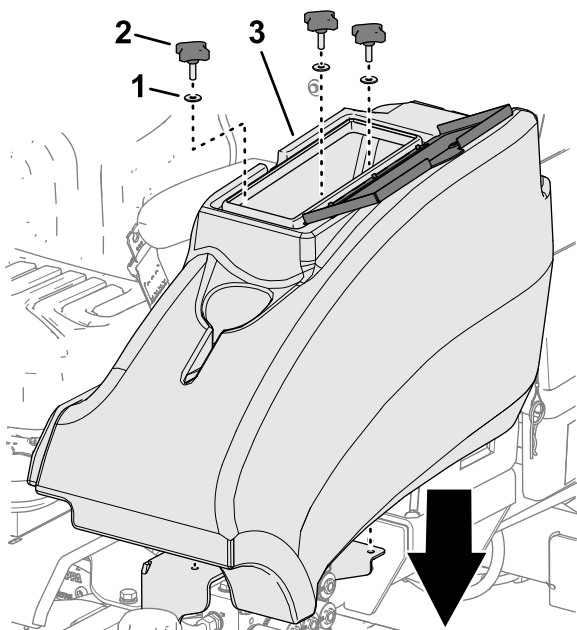

Bild 57
2. Bauen Sie das Ablagefach mit den drei Handrädern und den drei Unterlegscheiben in die Maschine ein (**Bild 57**).